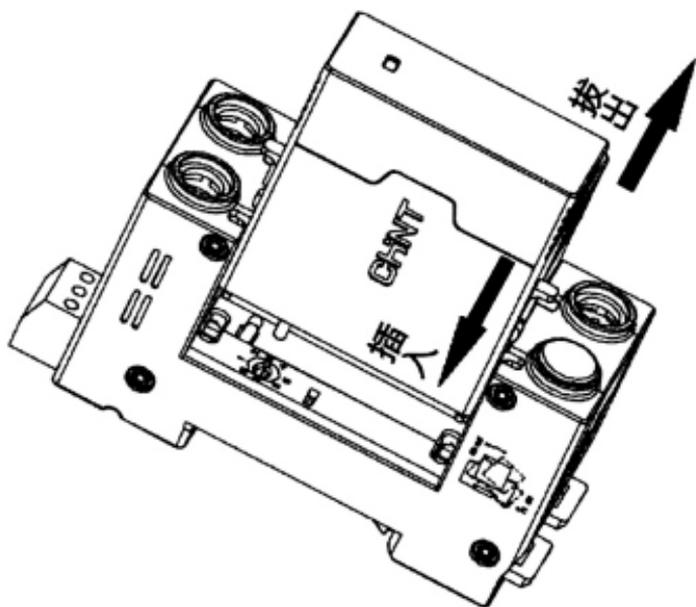

图7 更换保护模块示意
-更换保护模块时, 应沿垂直方向拔出, 不得左右上下摇摆, 插入新模块时应沿垂直方向插入, 并检查规格型号是否相符, 如有阻塞不得强行插入, 可能是规格型号不符或方向不正确, 应进行调整, 如图7。